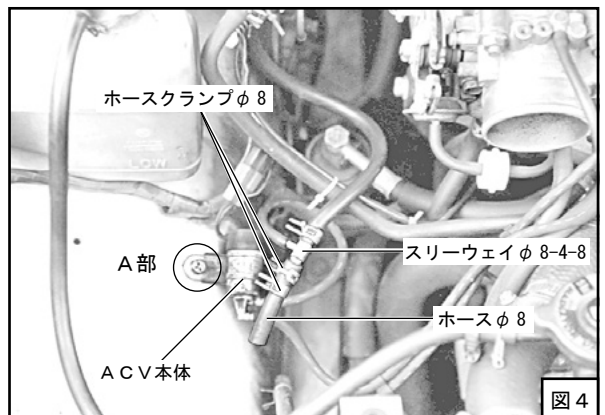
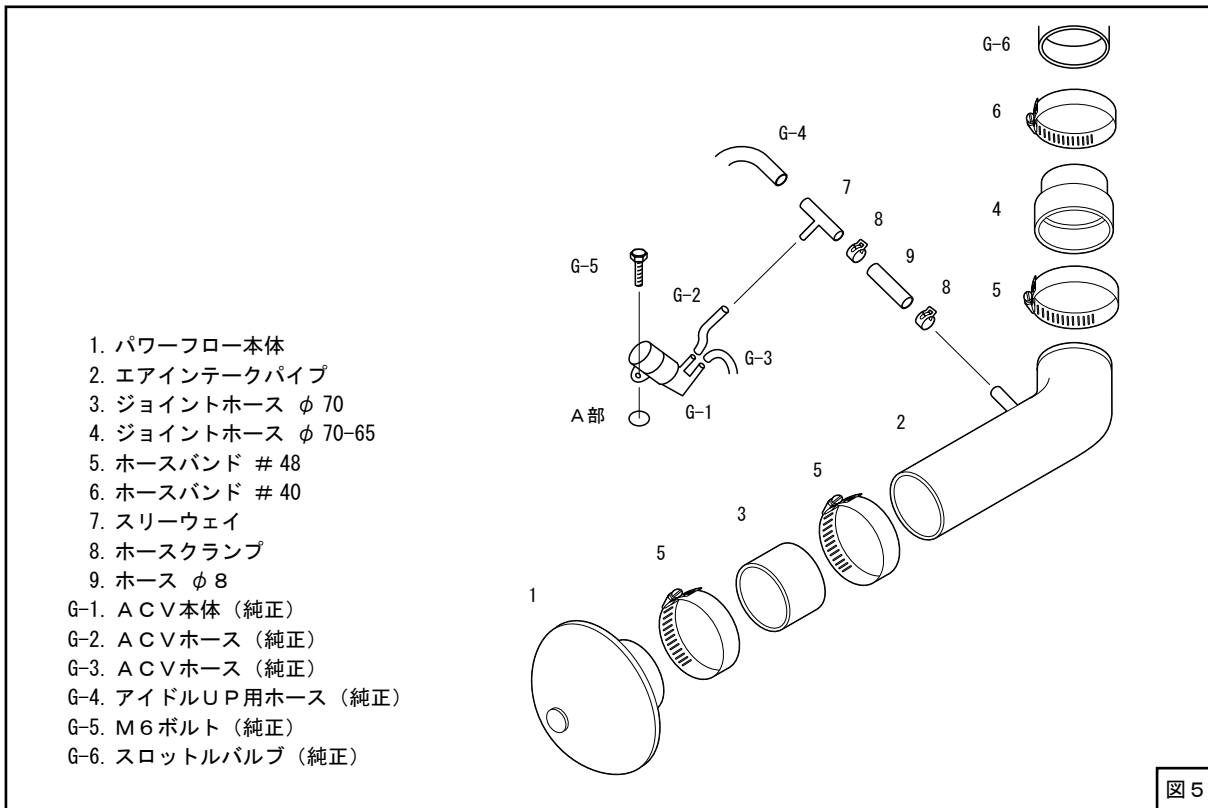

図 4
図 5
- (1) ACV本体をA部に固定し、バキュームホースの配管を行ってください。(図 4、図 5)
(2) キットパーツを仮付けしてください。(図5)